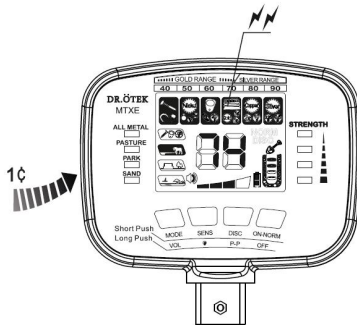

Abb. 11
- Als Reaktion auf die Metallprobe blinkt die entsprechende Zielanzeige auf und die digitale Anzeige zeigt die entsprechende Nummer an (siehe Abb. 11, mit Silbermünze als Beispiel).